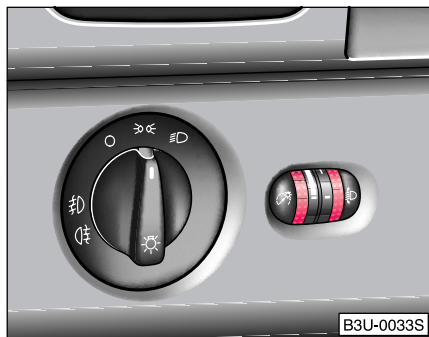

Fig. 37 Tabloul de bord: reglarea distanței de proiectare a luminii farurilor
- Rotiți întrerupătorul  ⇒ Fig. 37, până când luminile de întâlnire sunt fixate astfel încât să nu orbească ceilalți participanți la trafic.